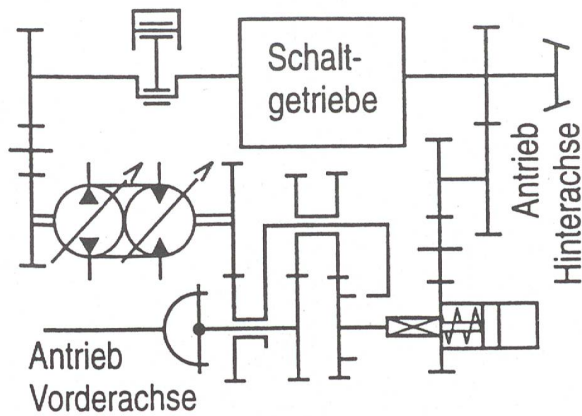

Fig. 5: Längsverteilergetriebe mit hydrostatischem Überlagerungsgetriebe für den stufenlosen Vorderachsantrieb (nach Grad).
- Ersatz der Allradkupplung durch ein hydrostatisches Überlagerungsgetriebe (Fig. 5), welches als stufenloses Längsverteilergetriebe